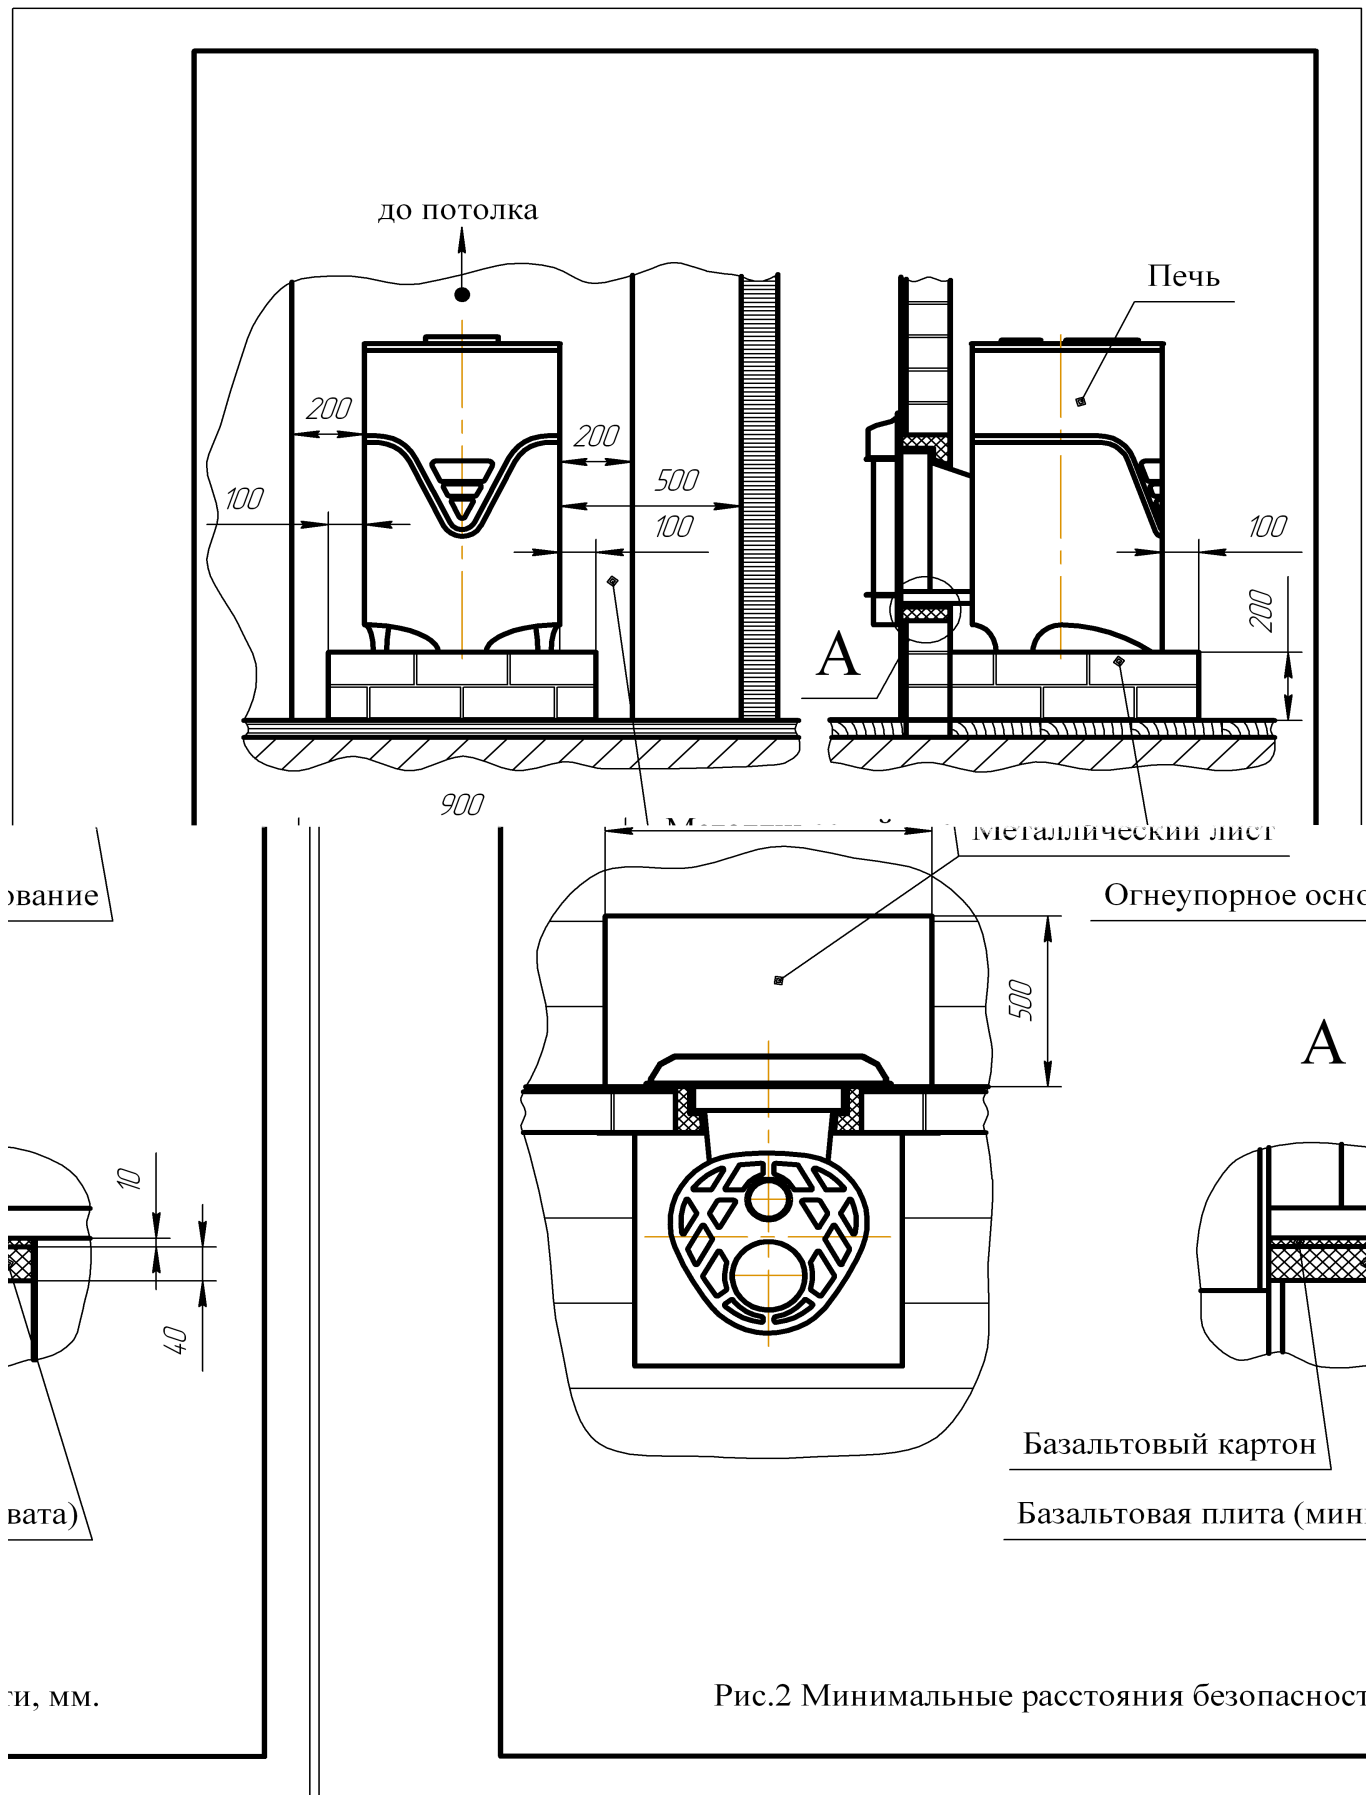

Рис.2 Минимальные расстояния безопасност
9.1. Печь банная Ферингер устанавливается в парильном отделении бани или сауны (см. рис. 2).